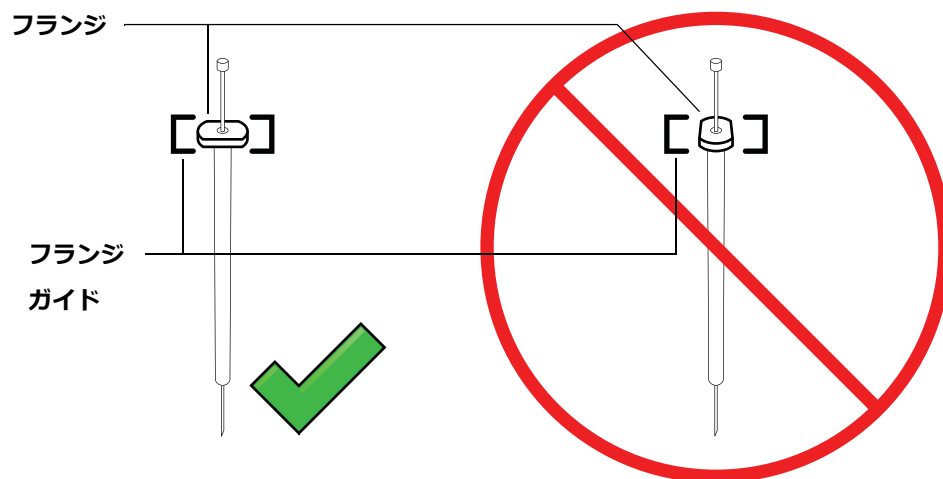

図 41 シリンジフランジの向き
- 7 シリンジフランジをフランジガイドに整列させ、シリンジを押してはめ込みます。ニードルの先端がニードルサポートフットのガイドホールに通ったままにしておきます。必ず、シリンジフランジの平らな端が外側に向くようにします (図 41)。